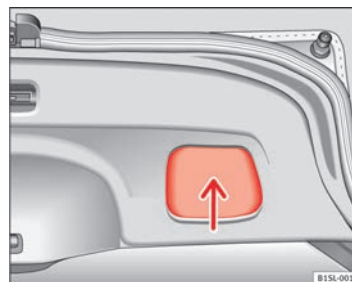

Fig. 23 Rear lid open: hand grip
- Grab the handgrip inside the rear lid ⇒ Fig. 23 (arrow).